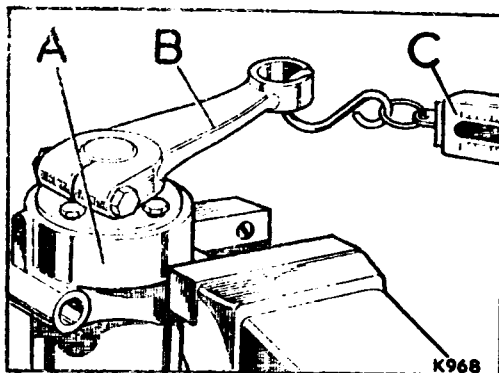

Fig. 61-78.- Comprobación de la resistencia al giro del brazo de la unidad compensadora.
- 3.19.- Colocar la unidad compensadora en un tornillo de banco y fijar, provisionalmente el brazo superior y, usando un dinamómetro de muelle, se comprobará la resistencia al giro del eje, la cual debe estar comprendida entre 12 lb/ (5,4 kg) y 16 lb (7,3 kg) (Fig. 61-78).